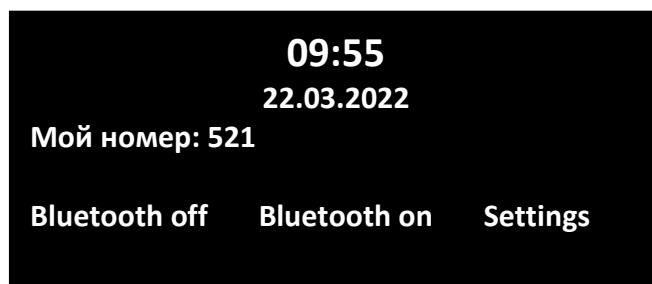

Рисунок 18 – Меню для работы с Bluetooth-устройством
- нажать клавишу вызова экранного меню и нажимать на нее до тех пор, пока на дисплее не появится меню для работы с Bluetooth-устройством (см. рисунок 18);
Для того чтобы отключить уже подключенную Bluetooth-гарнитуру следует открыть меню для работы с Bluetooth-устройством (см. рисунок 18) и выбрать пункт «Bluetooth off».